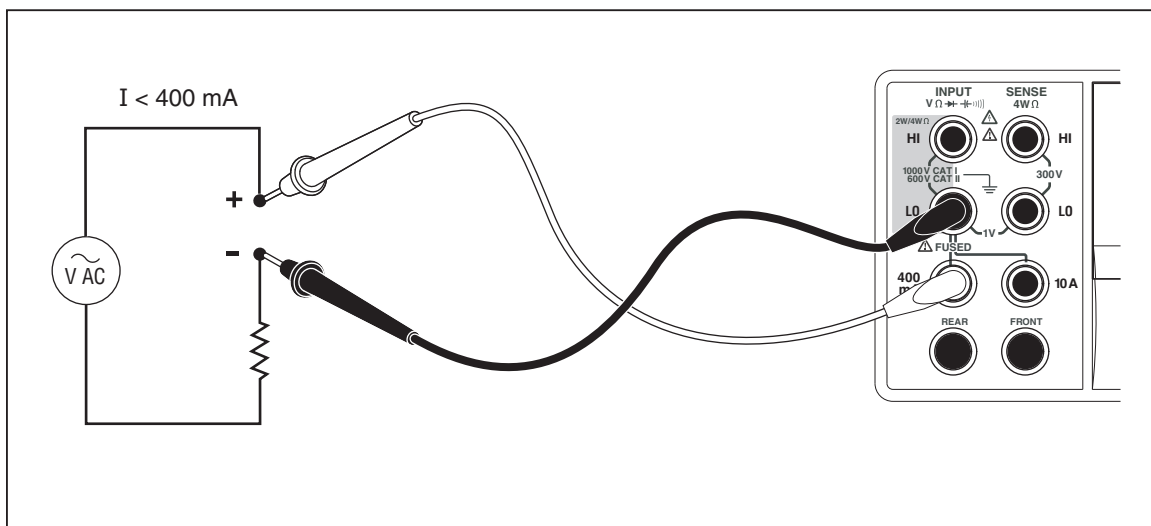
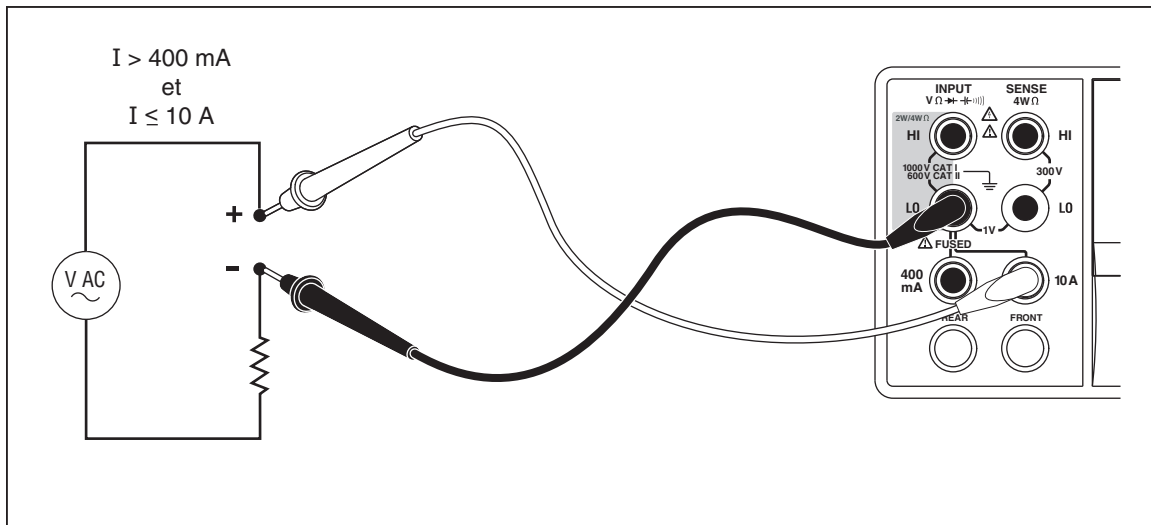

Figure 4-4. Branchements d'entrée pour les mesures de courant inférieures à 400 mA
Figure 4-5. Branchements d'entrée pour les mesures de courant supérieures à 400 mA
Le multimètre est capable d'effectuer des mesures de courant alternatif et continu jusqu'à 10 A. Deux connecteurs d'entrée distincts, en association avec le connecteur **LO**, sont utilisés pour les mesures de courant. Pour une résolution optimale, les mesures de courant ne dépassant pas 400 mA doivent être effectuées en utilisant les connecteurs d'entrée **LO** et **mA** conformément à la figure 4-4.
Les mesures de courants prévues entre 400 mA et 10 A sont effectuées à l'aide des connecteurs d'entrée **Input LO** et **10A** conformément à la figure 4-5.
1. Reliez les cordons de mesure entre les connecteurs d'entrée du multimètre et le circuit mesuré conformément à la figure 4-4 pour les courants égaux ou inférieurs à 400 mA, ou à la figure 4-5 pour les courants jusqu'à 10 A.
1. Reliez les cordons de mesure entre the connecteurs d'entrée du multimètre et le circuit mesuré conformément à la figure 4-4 ou à la figure 4-5, selon le niveau de courant anticipé.